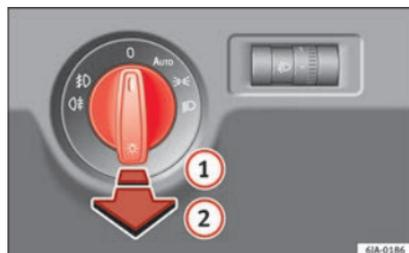

Fig. 132 Quadro strumenti: interruttore delle luci.
- Innanzitutto, ruotare l'interruttore dei fari **» fig. 132** fino alla posizione **AUTO**,  o .
- Quindi, tirare l'interruttore e portarlo nella posizione ①.
- Innanzitutto, ruotare l'interruttore dei fari ►► **fig. 132** ►► pag. 127 fino alla posizione **AUTO**, ►◄ o ►◄.
- Quindi, tirare l'interruttore e portarlo nella posizione ②.